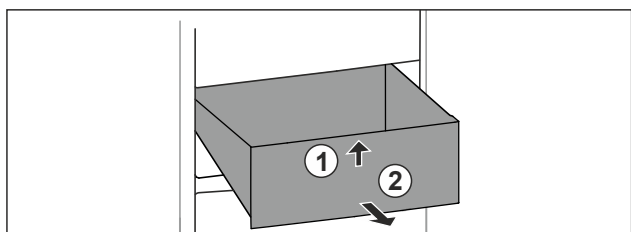

Fig. 76
- Nadzvedněte zásuvku vpředu. Fig. 76 (1)
► Vyměňte zásuvku dopředu. Fig. 76 (2)